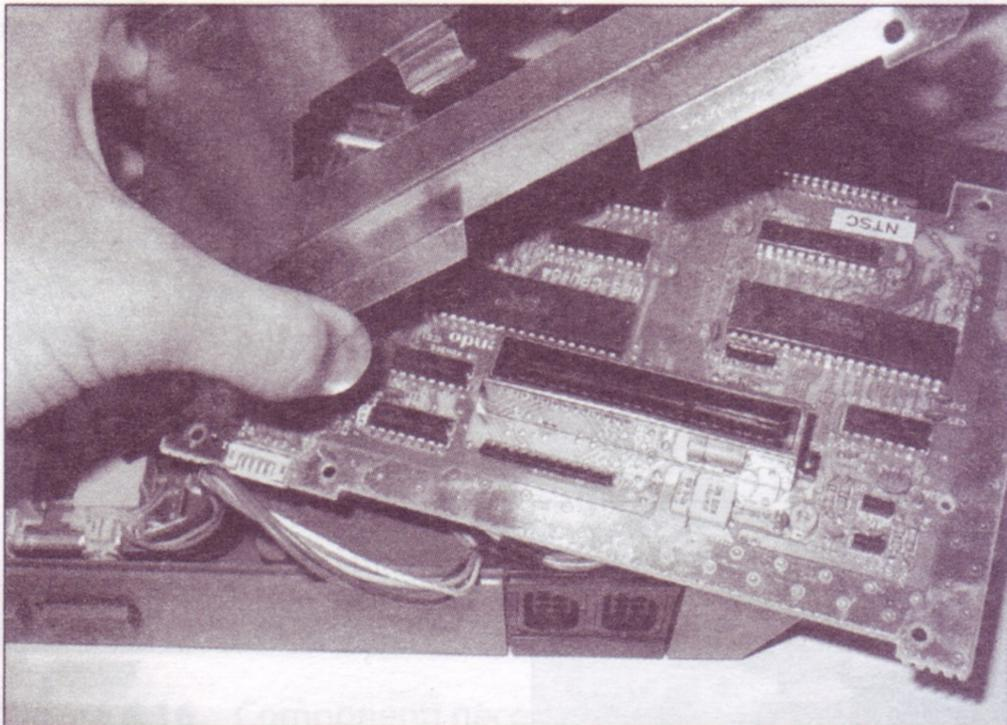

Figura 6.20 Rimozione dello schermo RF.
4. Con i connettori disinseriti, potete rimuovere lo schermo RF da sopra la scheda dei circuiti NES (Figura 6.20). Mettete da parte lo schermo; servirà solamente al momento di rimontare il sistema.